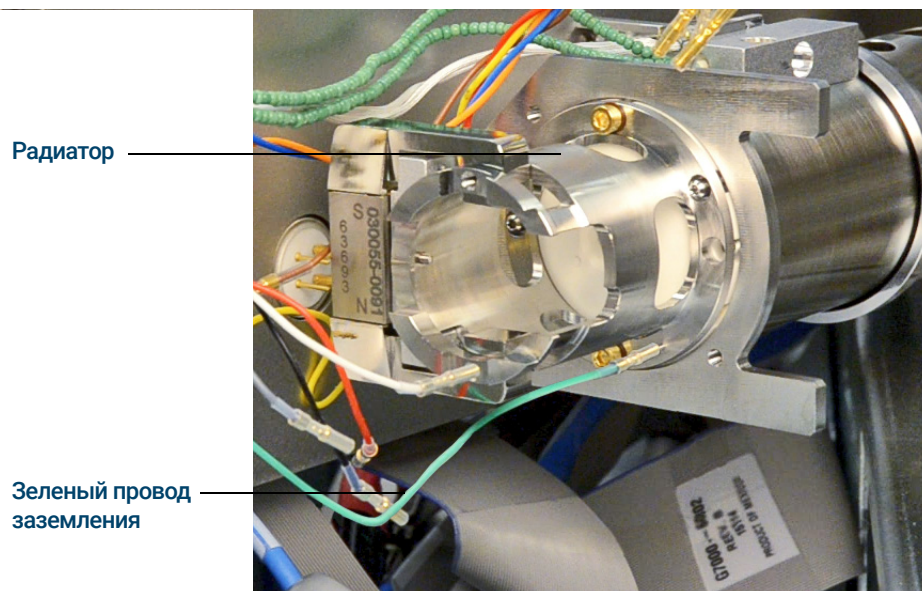

Рис. 72 Радиатор источника ХИ
- 2 Присоедините зеленый провод заземления к радиатору. (См. Рис. 72.)